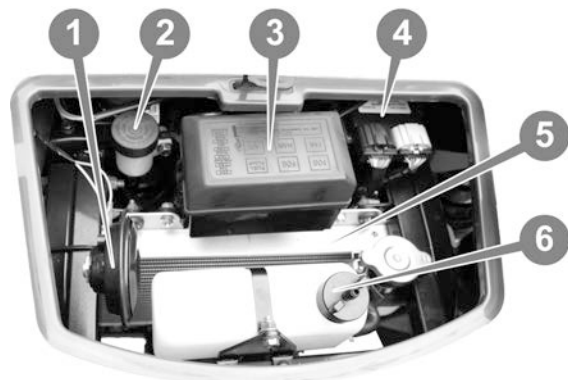

Рисунок 5.12.
Для удобства обслуживания электросети квадроцикла основные элементы расположены в передней части квадроцикла перед рулевой колонкой над радиатором (5) (см. рис. 5.12.). Схема электрооборудования изображена на рисунке 5.13.
Блок плавких предохранителей и реле (3) (см. рис. 5.12.) содержит в себе все необходимые для работы электрооборудования предохранители и реле (кроме основного автоматического предохранителя (2) (см. рис.5.11.) аккумулятора). Благодаря эргономичному изготовлению блока и указаниям на крышке время на контроль и замену предохранителей или реле сводится к минимуму.
Регулировка тормозных систем производится при сборке квадроцикла, однако в процессе эксплуатации тормозные колодки и диски изнашиваются, поэтому необходимо проводить своевременную корректировку работы тормозов. По мере износа тормозных колодок уровень тормозной жидкости понижается, следует регулярно его контролировать и по мере необходимости доливать тормозную жидкость в бачки основной (2) (см. рис. 5.12.) и вспомогательной (6) (см. рис. 3.5.) гидросистем, Контроль уровня тормозной жидкости осуществляется по индикаторам, расположенным на емкостях с тормозной жидкостью. Для регулировки тормозов или замены тормозных колодок и дисков необходимо обратиться в сервисный центр.